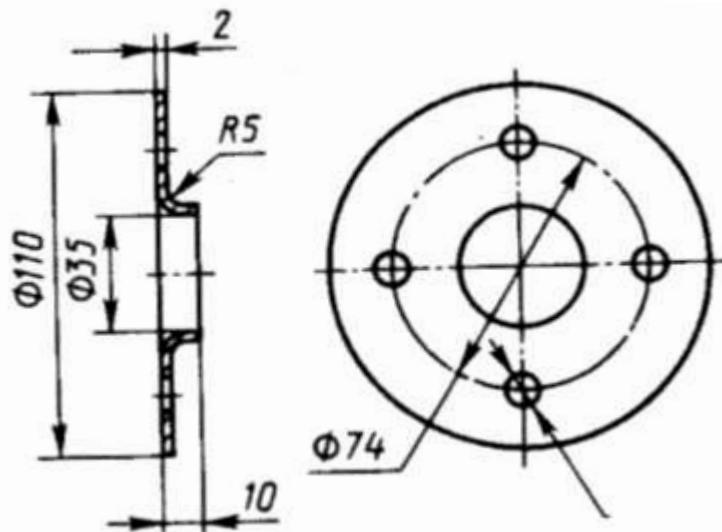

Рис. 32
2. Разработайте процесс изготовления детали (рис. 32) методом холодной листовой штамповки. При выполнении работ следует: установить технологические операции, необходимые для получения детали; определить размеры заготовки, определить вид исходного материала, привести его химический состав и механические свойства. Изобразите схему раскроя и определите коэффициент использования материала; выполните необходимые технологические расчеты; определите технологические зазоры между пuhanсоном и матрицей при вырубке и пробивке; определите коэффициент отбортовки и сделайте вывод о возможности отбортовки; выберите штамп и укажите последовательность выполняемых на нем операций; изобразите схему штампа и опишите его работу; установите способ подачи заготовки в штамп; определите усилия на операциях; приведите схему оборудования и опишите его работу. Материал детали – сталь 10.